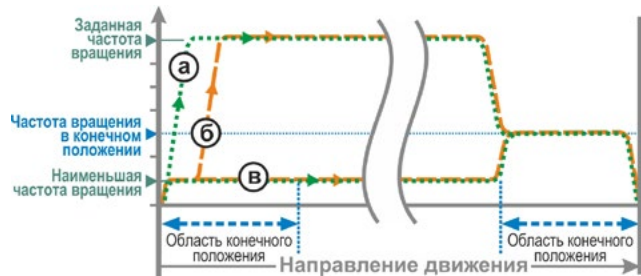

Рис. 2: Скорость вращения в конечном положении, „быстрый старт“
- При отключении **в зависимости от пути** сразу включается заданная скорость вращения, чтобы время движения было как можно более коротким. См. рис.2, участок **а**.